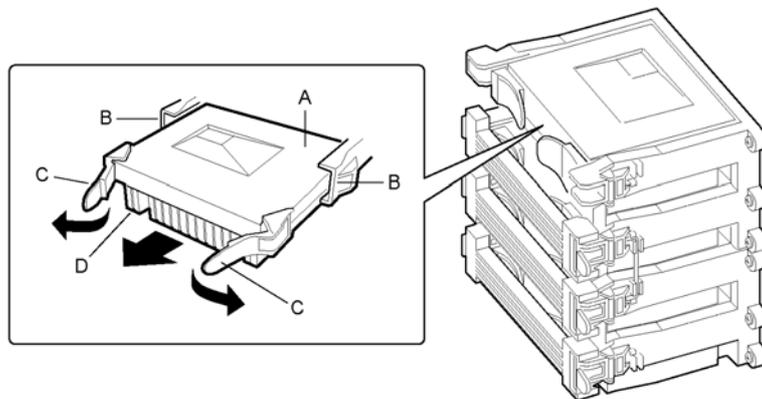

图 3-11. 拆卸 CPU
6. 扳开 CPU 盒上的开启柄（图 3-11 中的 C），CPU 盒就会从主板的连接槽中脱出；